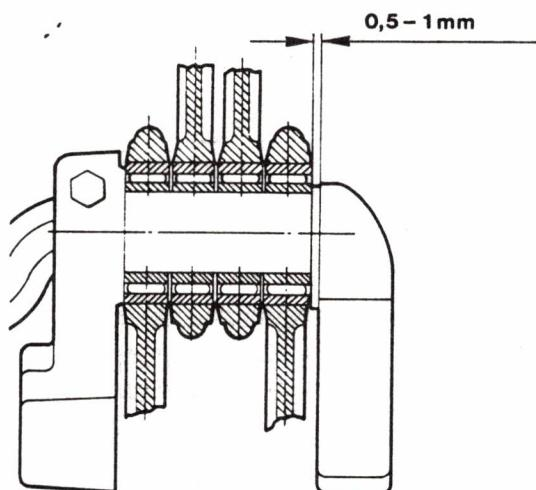

Bild 8 Pleuel-Axialspiel messen
- Das Axialspiel der Pleuellager durch Messen mit Fühlerlehre zwischen zwei Pleueln ermitteln. Dazu die Kurbelwelle auf O.T. Zylinderöffnung 1. Stufe drehen. Min. 0,5 mm, max. 1,0 mm (Bild 8).